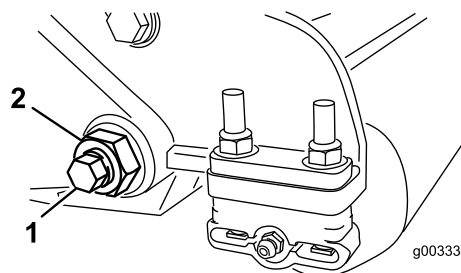

Figura 35
3. Desaperte a porca de bloqueio que segura a cavilha da barra de apoio, em cada um dos lados da máquina (Figura 35).
4. Remova cada um dos parafusos da barra de apoio, de modo a puxá-la para baixo e retirá-la da unidade de corte (Figura 35).